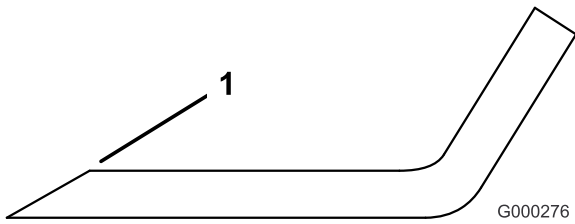

Figura 88
1. Utilice una lima para afilar el filo de corte en ambos extremos de la cuchilla (Figura 88).